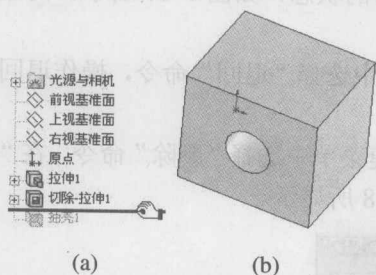
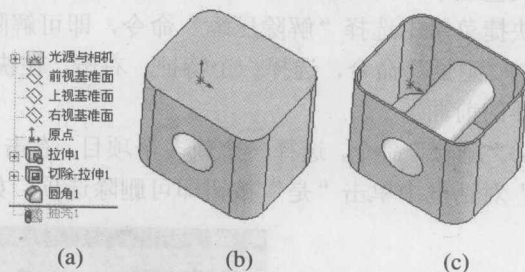

图 1-12 退回到早期状态
图 1-13 增加新的特征
(3) 通过双击特征的名称来显示特征的尺寸。
(4) 如要更改项目的名称, 可在名称上缓慢单击两次以选择该名称, 然后输入新的名称。
(5) 使用“退回控制棒”暂时将模型退回到早期状态。当模型处于退回控制状态时, 可以增加新的特征或编辑已有的特征。操作方式为移动鼠标指针到“退回控制棒”上, 显示  图标时, 拖动“退回控制棒”到“抽壳 1”项目前, 如图 1-12 所示。接着, 单击特征工具栏中的  (圆角) 工具, 选择实体的 4 条边线进行圆角操作, 再在快捷菜单中选择“退回到尾”命令退回到“抽壳 1”项目后, 如图 1-13 所示。